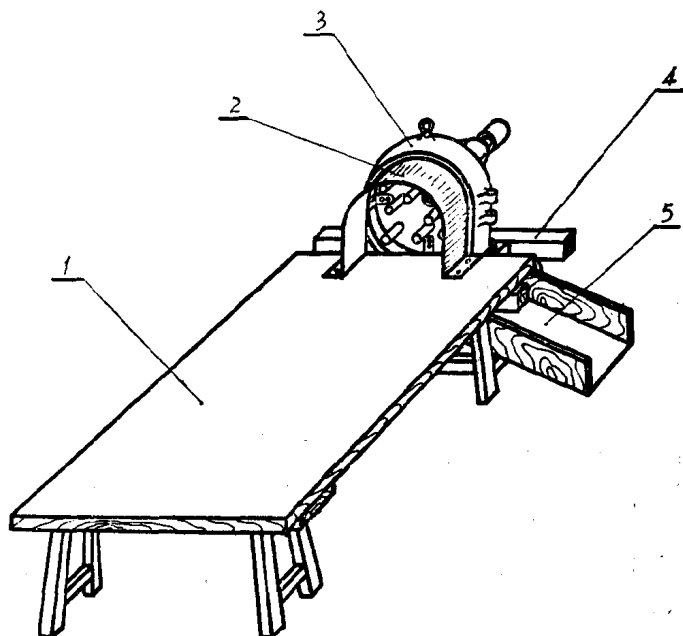

图6 拱形喂入下吹式脱小麦
(1) 下吹式脱小麦的改装(如图6) 改装方法：①卸掉粉碎机的活门、筛子和出料口。
②动齿盘上的圆齿适当卸掉一部分防止缠草。扁齿要去掉棱角，防止打碎麦粒，若采用废旧扁齿更为经济。
③照图6做一个拱形喂入罩，或照图7做个圆筒形喂入罩，用螺钉固定在机壳大圆口上。喂入罩的内口直径要比动齿盘直径小，保证喂入的小麦都能经过动齿打击，防止漏脱。喂入罩要外口大内口小，这样喂入更方便。
④参照图6做一个木架(出料一端高一些为好),将粉碎机固定在木架上。做一个木箴箕倾斜地装在木架内,使物料能畅通排出。
⑤取一块长方形木板放在喂入罩下面作为喂入台。若采用拱形喂入罩,木板要紧靠机体并要比动齿盘下缘高出2—3厘米,防止漏脱。